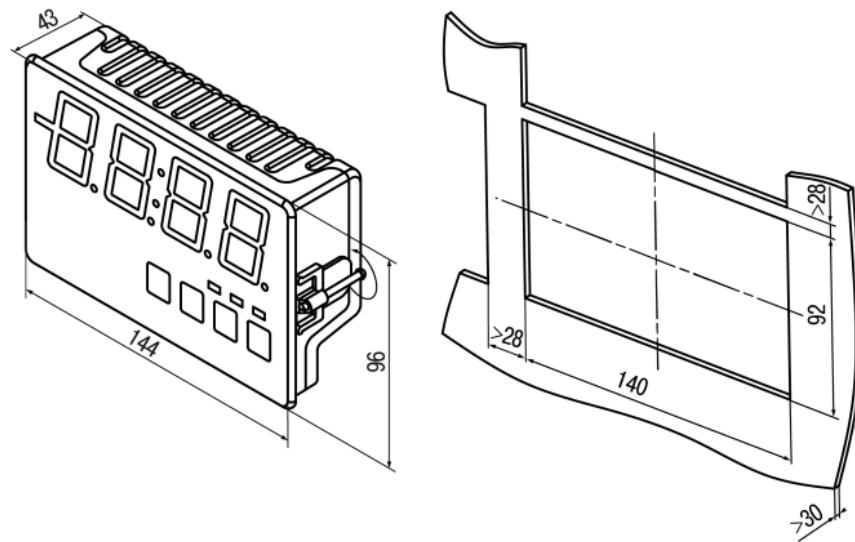

Рисунок 4.1 – Габаритные размеры корпуса Щ8
1. Подготовить на щите управления место для установки прибора (см. рисунок 4.1).